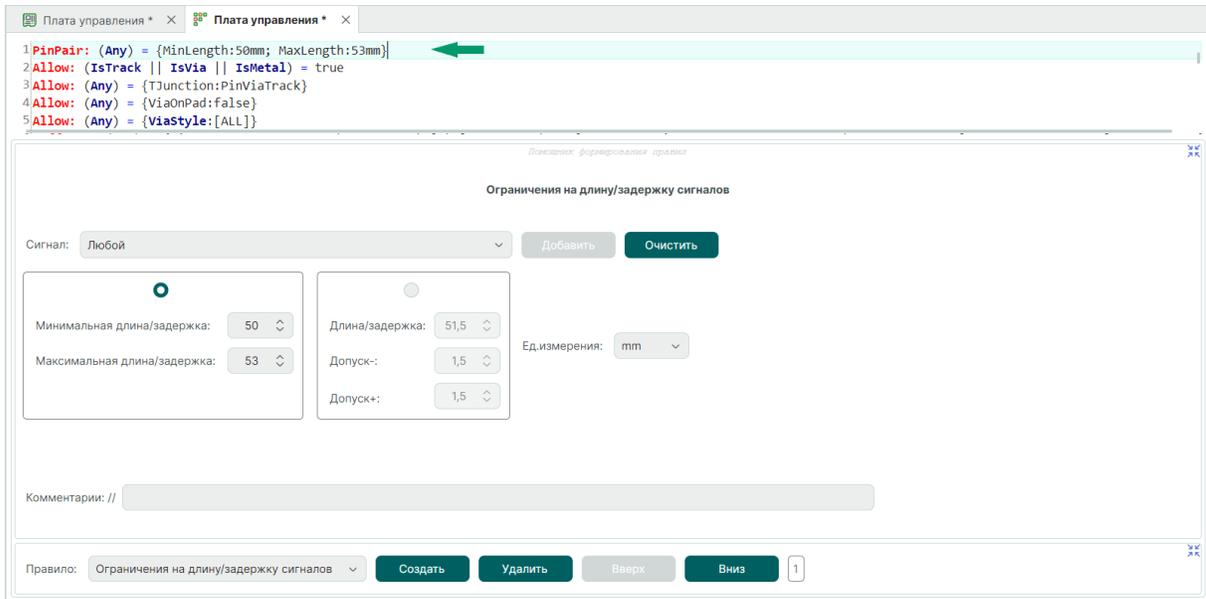

Рис. 422 Пример ограничения на длину/задержку сигналов
2. Добавьте правила, определяющие длину или задержку сигналов в редакторе правил, см. Рис. 422. Подробнее о работе с правилами см. Редактор правил.